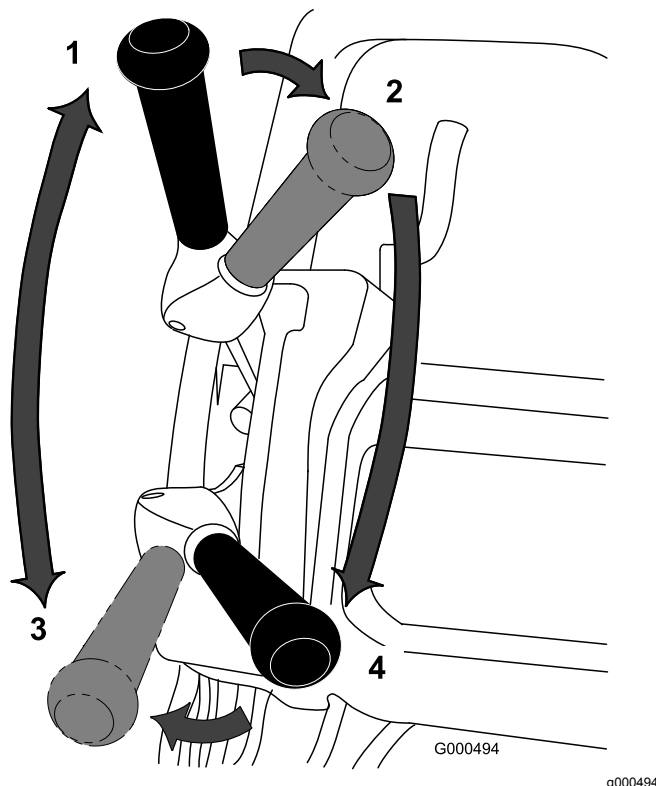

Bild 35
2. Stellen Sie sicher, dass der Fahrantriebs- und der Spindelantriebshebel in der NEUTRAL-Stellung ist, siehe Bild 35.
1. Schalten Sie die Maschine ein, stellen Sie die Geschwindigkeitsregelung in die NULL-Stellung, drücken Sie den Holm nach unten, um die Schneideinheit anzuheben, drücken Sie die elektronische Sicherheit, stellen Sie den Fahrantriebshebel in die VORWÄRTS-Stellung (Bild 35) und erhöhen langsam die Einstellung der Geschwindigkeitsregelung, um die Maschine auf die Kante des Grüns zu transportieren.
3. Stellen Sie den Fahrantriebshebel in die NEUTRAL-Stellung, schieben Sie den Hebel dann nach links und vorne in die VORWÄRTS-Stellung für den Fahrtrieb und die EINGEKUPPELTE Stellung für den Spindeltrieb (Bild 35).